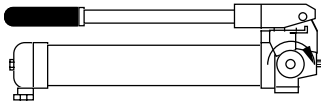

Abbildung 1
1. Das Sicherheitsventil zum Schließen nach rechts drehen (siehe Abbildung 1).